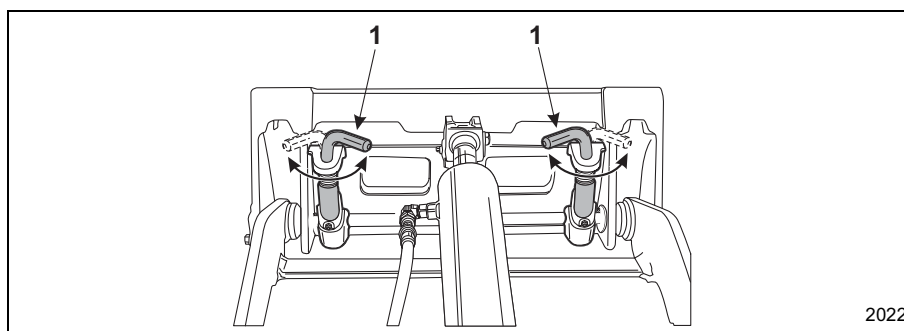

Figura 1-4 Tije Blocare in pozitia Blocat
3. Roteste tijele de blocare atasament in pozitia DEBLOCAT. Vezi Figura 1-4